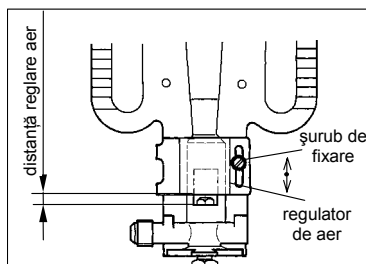

fig. 16
- Se slăbește șurubul de fixare care fixează regulatorul de aer (fig.16).